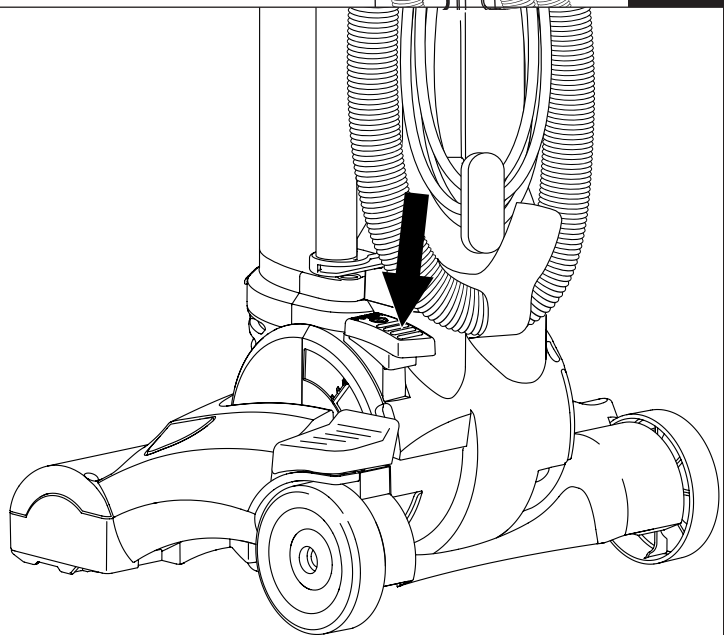

FIG. 12
Step 3: ON/OFF Switch. (FIG. 12) The ON/OFF switch is on the base. Press once to turn on and press again to turn off.
Étape 3 : Interrupteur « ON/OFF ». (FIG. 12) L'interrupteur « ON/OFF » est à la base de l'appareil. Appuyez une fois pour mettre l'appareil en marche et appuyez de nouveau pour l'arrêter.
Paso 3: Interruptor "ON/OFF". (FIG. 12) El interruptor "ON/OFF" (encendido/apagado) se encuentra en la base. Oprima el interruptor una vez para encender la aspiradora y una vez más para apagarla.